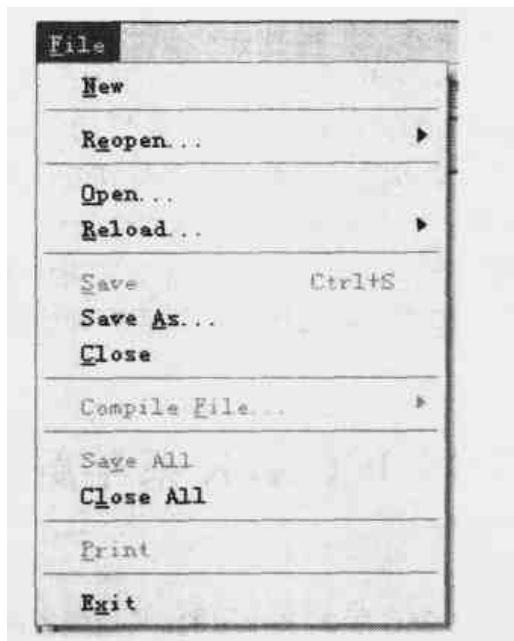

图 3.10 文件菜单
2. File Menu 文件菜单, 如图 3.10 所示。